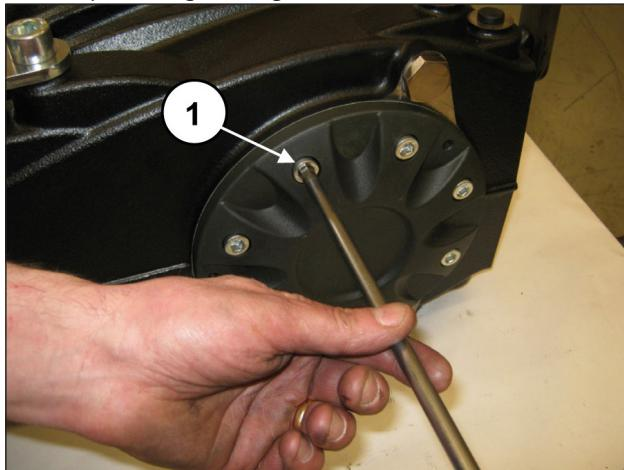
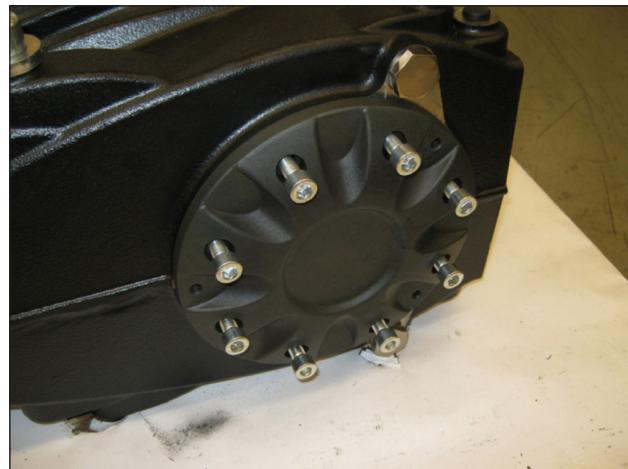

Fig. 26
Fig. 27
No lado oposto, solte os parafusos de fixação da tampa do mancal (pos. ①, Fig. 26 e Fig. 27).